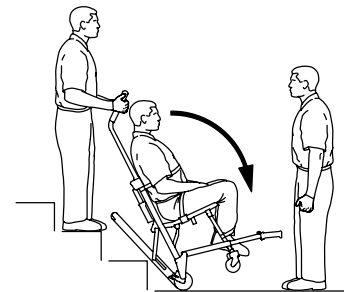

Figura 13 – Fundo das escadas
10. Operador na extremidade do lado dos pés: Quando o mecanismo de rodagem chegar ao último degrau, solte as pegas da frente. Operador na extremidade do lado da cabeça: Permita que a cadeira se incline para a frente (Figura 13) até que as quatro rodas estejam no chão. Rode a cadeira (consulte *Transportar o ocupante em superfícies planas* (página 13)).